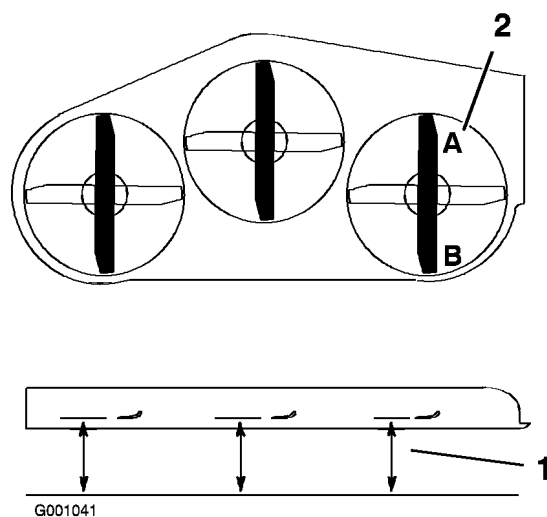

Figura 78
- Disponete la lama destra in posizione longitudinale (Figura 78).
- Misurate la lama destra al punto **A** da una superficie piana fino al tagliente della punta della lama (Figura 78).
4. Misurate la lama destra al punto **B** da una superficie piana fino al tagliente della punta della lama (Figura 78).
6. La lama del tosaerba deve risultare da 6 a 10 mm più in basso al punto **A** rispetto al punto **B** (Figura 78). In caso contrario eseguite la seguente operazione.